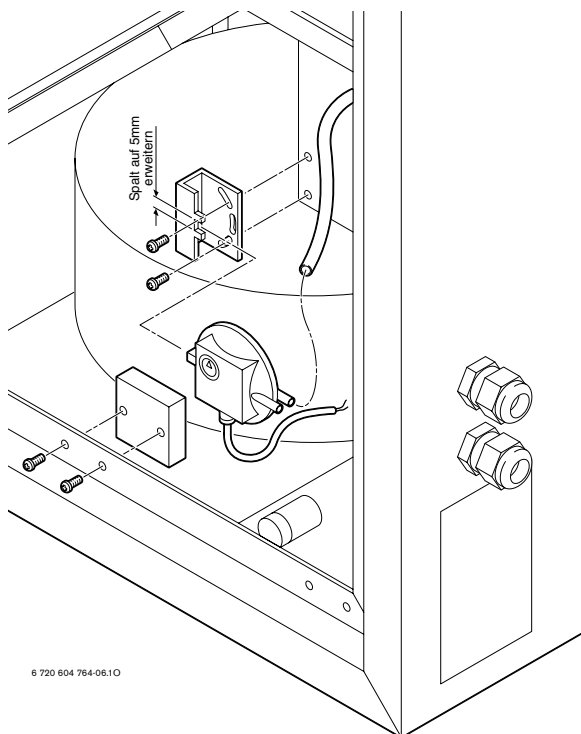

Bild 8
- ▶ Neue Halterung ändern und anbringen wie in Bild 8 gezeigt (gleiche Schrauben, gleiche Bohrungen).